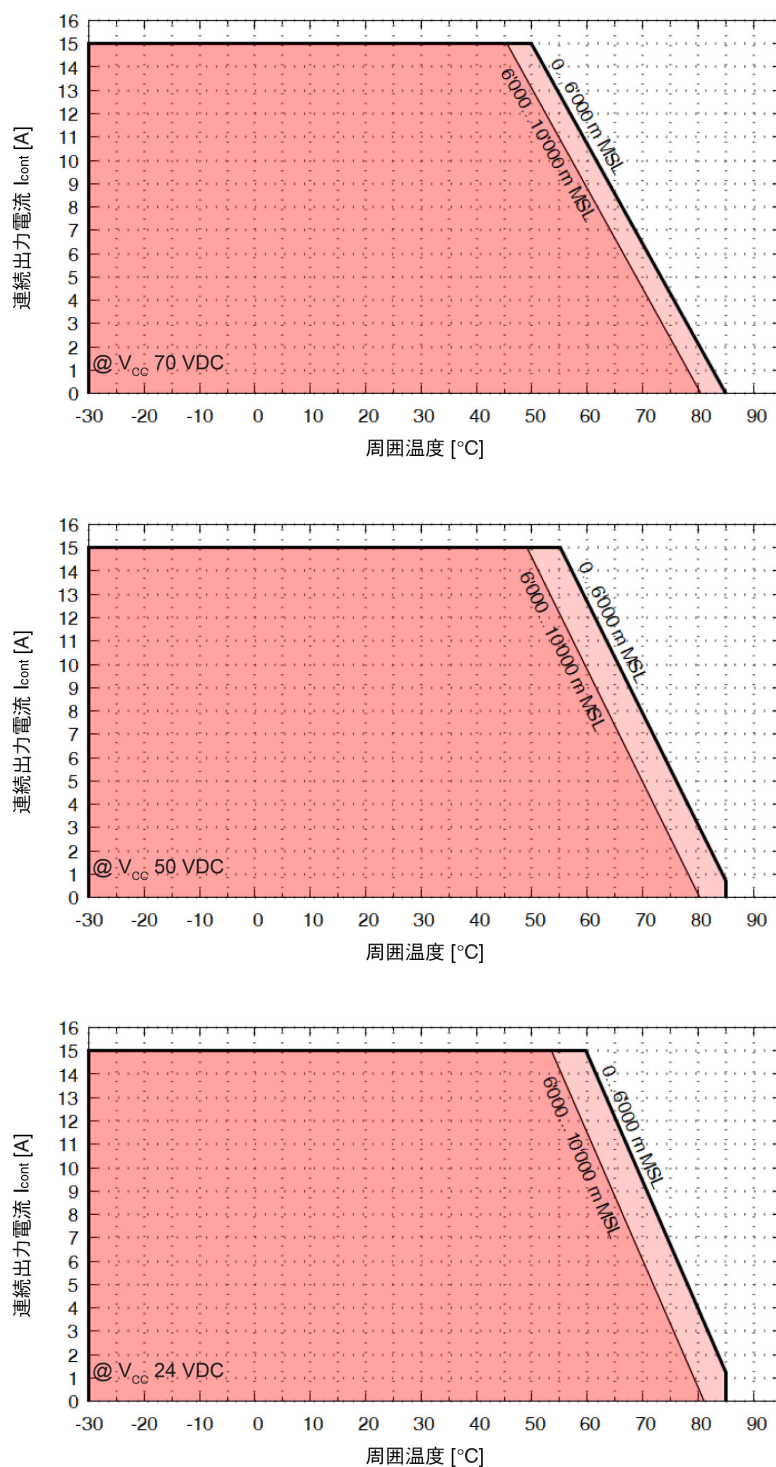

図 2-2 出力電流ディレーティング
拡張範囲 [a]	+50...+85 °C; ディレーティング : -0.429 A/°C (→ 図 2-2) 拡張カード挿入時はさらに 5 °C 下がります (→ 図 2-2) [d]
- [d] 拡張カード挿入時は、ディレーティングに加えてさらに温度は下がります → 図 2-2 は水平に左側へずれます。